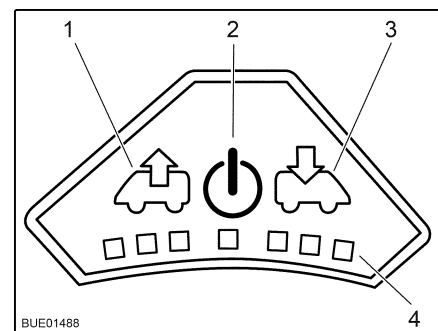

Bild 120 Fläkttreglage
- Tryck på på/av-knappen (Bild 120,2). Fläkten går i komfortläge (vädring med lägsta fläktvarvtal).
- För att höja fläktvarvtalet: Tryck på vädringsknappen (Bild 120,1). Fläktvarvtalet i vädringsriktningen ökar en nivå. Lysdioderna (Bild 120,4) visar de olika nivåerna.
- För att minska fläktvarvtalet: Tryck på ventilationsknappen (Bild 120,3). Fläktvarvtalet minskar en nivå.
- För att höja fläktvarvtalet: Tryck på ventilationsknappen (Bild 120,3). Fläktvarvtalet i ventilationsriktningen ökar en nivå. Lysdioderna (Bild 120,4) visar de olika nivåerna.
- För att minska fläktvarvtalet: Tryck på vädringsknappen (Bild 120,1). Fläktvarvtalet minskar en nivå.
- Tryck på på/av-knappen (Bild 120,2). Fläkten stannar och lamporna släcks.